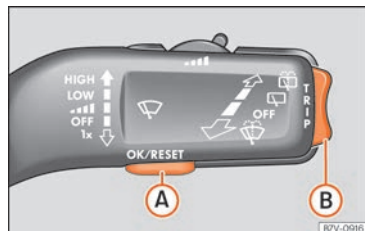
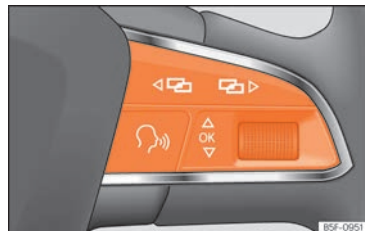

Fig. 46 Leva dell'impianto tergicristalli tasti per l'utilizzo dei menu del quadro strumenti.
Fig. 47 Volante multifunzione: tasti per l'utilizzo dei menu del quadro strumenti.
- Se viene visualizzato un messaggio o il pit-togramma del veicolo, premere il tasto **OK** » fig. 46 **A** oppure » fig. 47).
- Premere il tasto doppio » fig. 46 **B** verso l'alto o verso il basso, oppure, sul volante multifunzione, girare la rotella fino a contrassegnare l'opzione del menu desiderata.